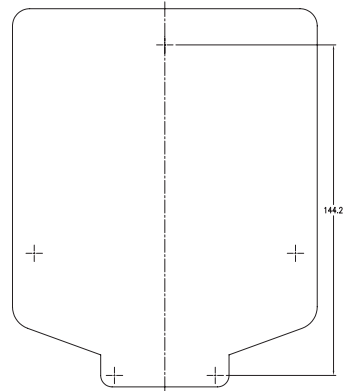

Figura 1: Utilizzate lo schema di montaggio (incluso)
- Utilizzare lo schema di montaggio (incluso) per marcare sulla parete la posizione delle viti di fissaggio. *Vedi figura 1*